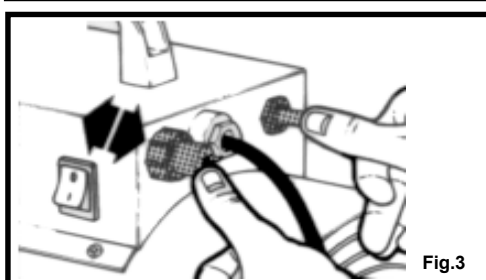

Fig.3
3. Нажмите кнопку - газа до конца, и, удерживая ее нажатой, постоянно нажимайте пьезоэлектрический запал (смотри рисунок 3).